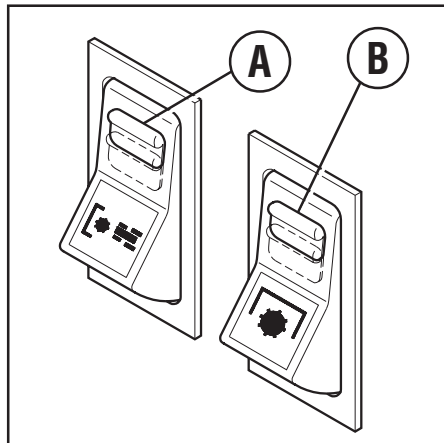
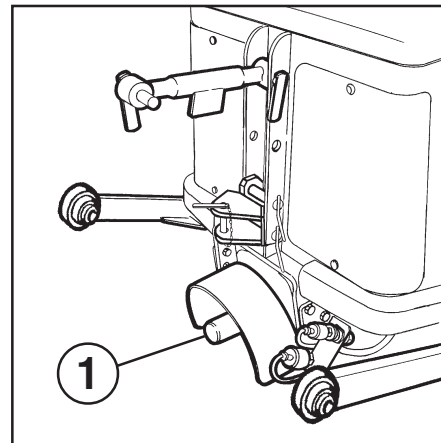
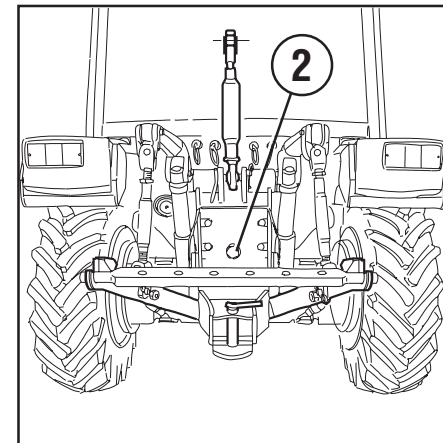
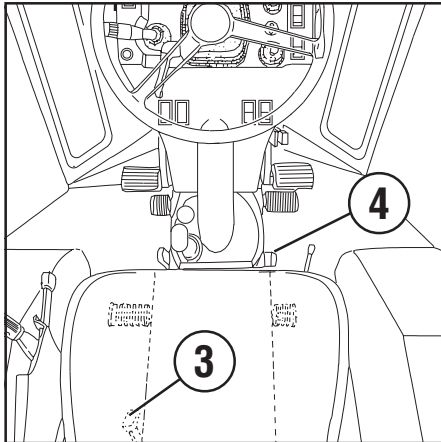

Fig. 24
Fig. 25
Fig. 26
Fig. 27
- Et frontmonteret kraftudtag (tilbehør; 1 Fig. 25) med elektrohydraulisk styring, der kan anvendes ved en uafhængig hastighed på 1000 omdr./min. med motor ved 2500 omdr./min. Rotationsretning: med uret.
- Et bagmonteret kraftudtag (2 Fig. 26) med gradvis elektrohydraulisk indkobling, der kan anvendes ved følgende hastigheder:
Aktivering af det forreste kraftudtag (1 Fig. 25) med hydraulisk styring sker ved at trykke på PTO afbryderen efter at have flyttet sikkerhedsstoppet (A Fig. 24) nedad. Herefter tændes den indbyggede kontrol-
Det bageste kraftudtag (2 Fig. 26) drives direkte af motoren og er fuldstændigt uafhængigt af gearkassen. Kraftudtaget kan derfor anvendes, både når maskinen holder stille, og når den kører. Det er endvidere muligt at standse maskinen uden at standse kraftudtaget og omvendt. For at anvende kraftudtaget er det først og fremmest nødvendigt at vælge hastigheden på 540 eller 1000 omdr./min. afhængigt af det monterede redskab. Hastigheden vælges ved hjælp af stangen (3 Fig. 27). Reducér herefter motorens omdrejningstal og drej kontrolstangen til positionen  for uafhængigt kraftudtag (4 Fig. 27). Flyt herefter sikkerhedsstoppet (B Fig. 24) nedad og tryk på afbryderen. Herefter tændes kontrollampen i afbryderen og den grad-
Det bageste synkroniserede kraftudtag (2 Fig. 26) med hastighedsskift har udelukkende til formål at aktivere selvgående slæb og andre former for landbrugsredskaber, der har brug for synkronisme med fremtrækning af maskinen. Der må ikke foretages tilkobling af maskiner, der kræver en højere effekt end den effekt, der kræves af maskinen. For at anvende kraftudtaget er det først og fremmest nødvendigt at vælge hastigheden på 540 eller 1000 omdr./min. afhængigt af det monterede redskab. Hastigheden vælges ved hjælp af stangen (3 Fig. 27). Reducér herefter motorens omdrejningstal og drej kontrolstangen til positionen  for synkroniseret kraftudtag (4 Fig. 27). Flyt herefter sikkerhedsstoppet (B Fig. 24) nedad og tryk på afbryderen. Herefter tændes